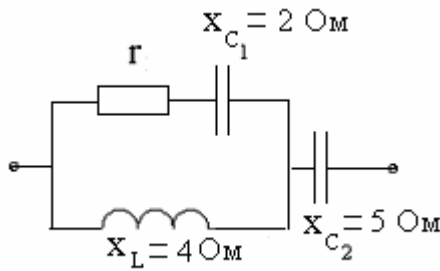

Рис. 81
60. Определить значение активного сопротивления, при котором наступит резонанс токов (рис. 81).